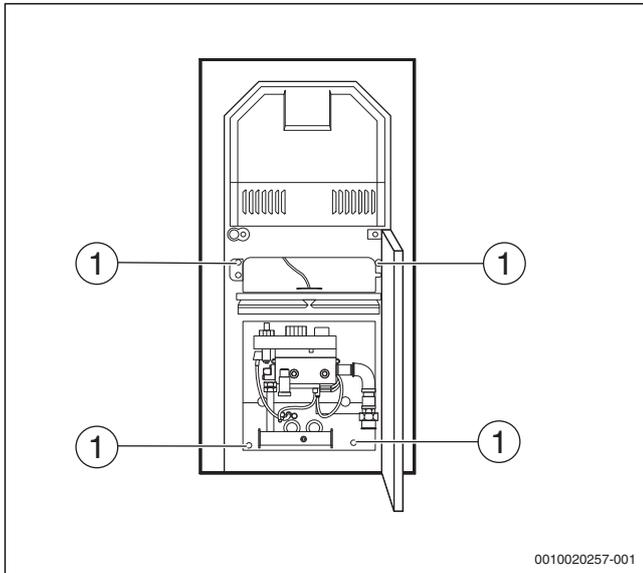

Bild 10 Haltewinkel
- ▶ Halteklemmen im oberen Bereich in die Haltewinkel (→ Bild 10, 1) stecken.